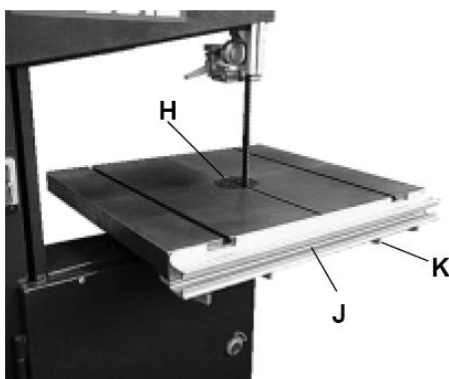
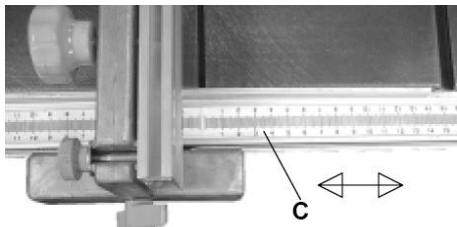

Рис. 4
Рис. 11
- Встановіть пластикову вставку столу (H) у центр столу кутовою поверхнею донизу (Рис. 4).
- Аби встановити напрямну (J), прикріпіть її чотирма гвинтами з шайбами (K) до переднього краю столу (Рис. 4).
- Аби відрегулювати шкалу напрямної, послабте 4 гвинти (див. К, Рис. 4) під столом та посуньте шкалу та напрямну (С) у бік (Рис. 11).